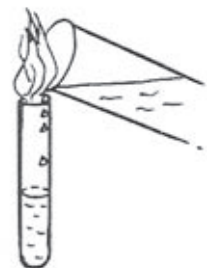

BILD 3
9. Vänd röret och tänd på gasen. Slå vatten i röret samtidigt som gasen brinner, så ser du lågan bättre. Se bild 3.